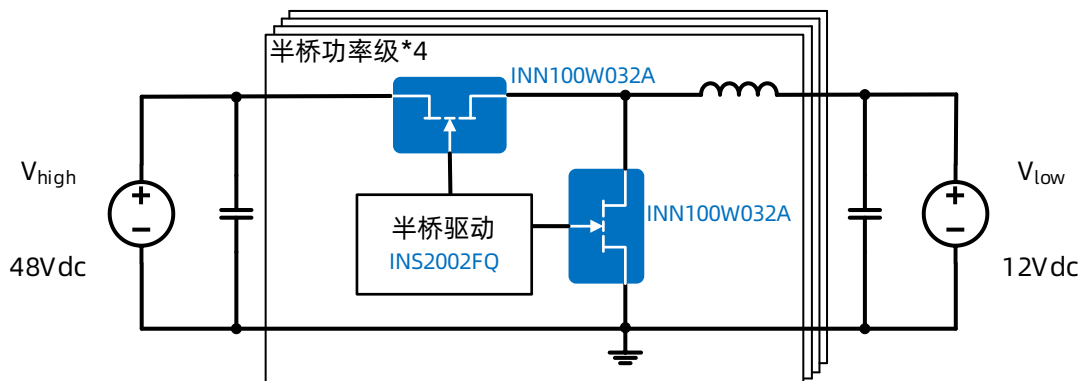

图 1 INNDDD1K0D1系统框图
如图1所示，Demo采用四相交错Buck拓扑，每相使用1颗半桥驱动器INS2002FQ和2颗GaN INN100W032A实现功率传输，控制器使用多相控制芯片LTC7871，可以实现CC/CV控制，并具有过压、欠压、短路等保护功能。
附录图 1 测试电位和接线示意图
- 1) 将直流电压源连接到VIN端和GND端，如附录图1所示（注意极性）。
Connect the DC voltage source to the VIN and GND terminals, as shown in Appendix Figure 1 (note polarity).
- 2) 将直流负载连接到VO端和GND端，如附录图1所示（注意极性）。
Connect the DC load to the VO and GND terminals, as shown in Appendix Figure 1 (note polarity).
- 3) 将两个数字万用表分别连接到输入和输出测试点，如附录图1所示（注意极性）。
Connect two digital multimeters to the input and output test points respectively, as shown in Appendix Figure 1 (note polarity).